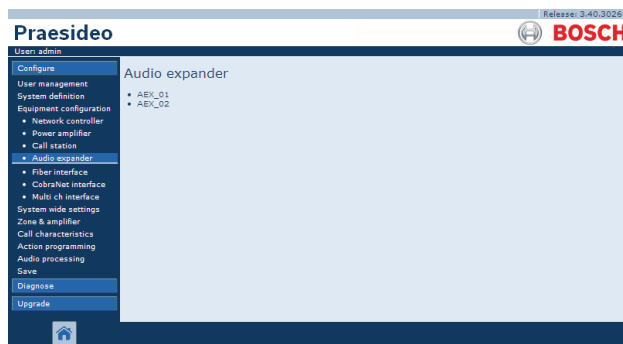

Abb. 43.30: Konfiguration des Audio-Expanders, Schritt 1
- 1 Rufen Sie *Configure > Equipment configuration > Audio expander* auf. Im Mainframe der webbasierten Benutzeroberfläche erscheint ein Bildschirm, der dem in Abb. 43.30 ähnelt.